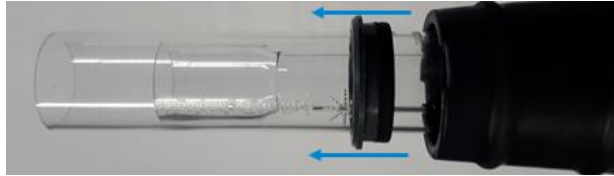

Figura 8. Si el sello superior se desprende del conjunto de tubos exterior, deslice el sello para separarlo del cuerpo de la antorcha.
3. Desmonte el conjunto de tubos exterior de cuarzo o cerámica de la parte superior del cuerpo de la antorcha. Si el sello superior se desprende del conjunto de tubos exterior, deslice el sello para separarlo del cuerpo de la antorcha. Consulte la Figura 8.